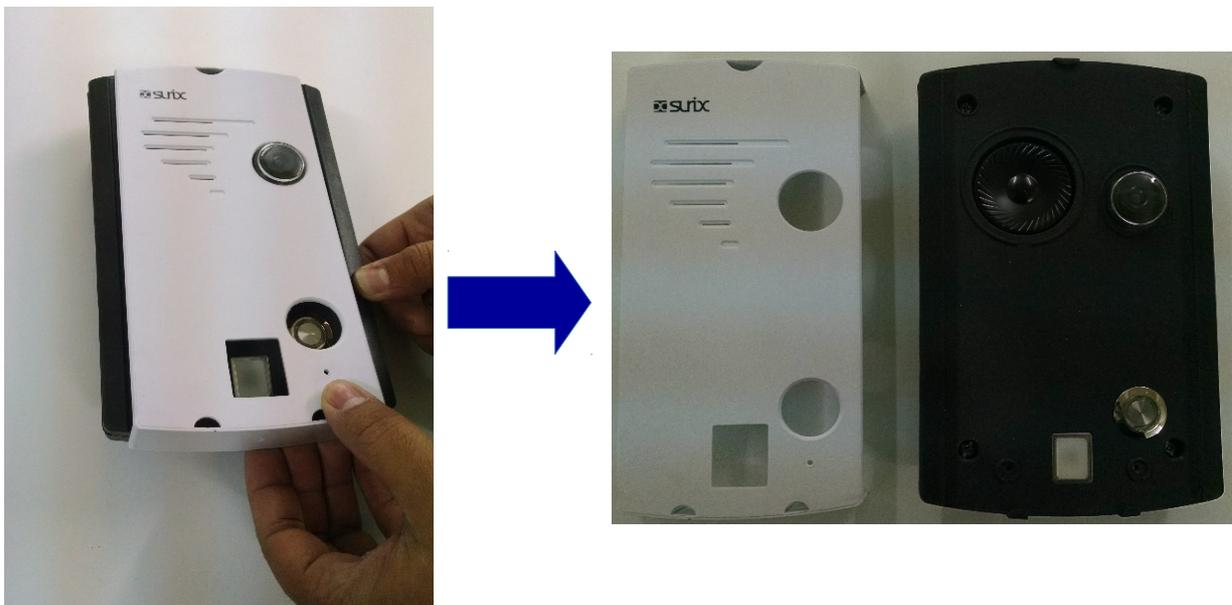

Figura 2 – Desarme de IP Access
1. Extraiga el frente plástico como lo muestra la Figura 2